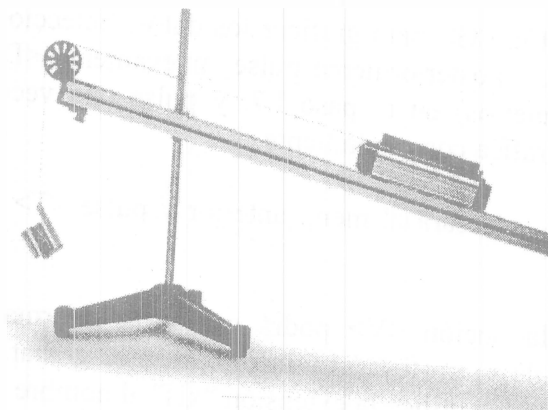

Figura 1
- I.6 Ajuste el equipo de acuerdo con el arreglo que muestra la figura 1, tal que el ángulo de inclinación θ sea de 10° . Mida la masa del bloque de madera con la placa de acrílico y tome la pesa que le permita que el sistema no permanezca en equilibrio.